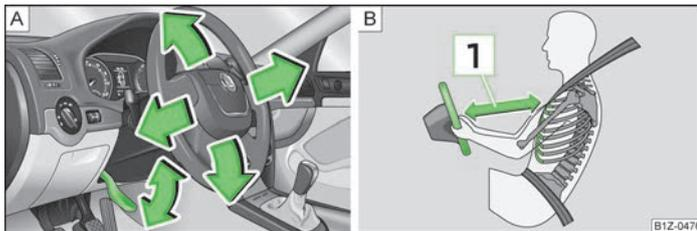

Fig. 93 Volante regulable: Palanca debajo del volante/distancia segura hasta el volante
- Mantener a una distancia mínima de 25 cm hasta el volante 1 » fig. 93 de la página 95 - B. Si no respeta la distancia mínima, el sistema de airbag no podrá protegerle - ¡Peligro de muerte!
- Girar la palanca situada debajo del volante hacia abajo » fig. 93 - A.